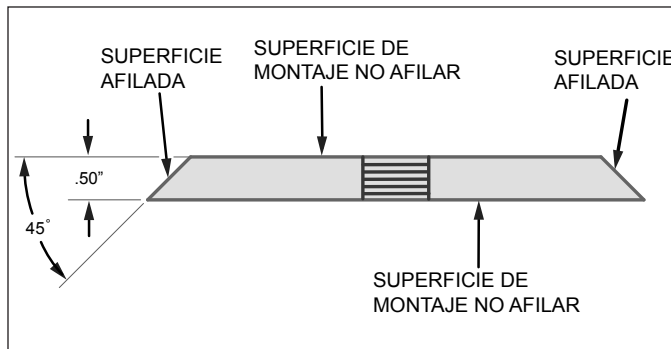

Figura 5.2 - Superficies de las cuchillas chipeadoras
2. Vuelva a amolar el borde en ángulo de las cuchillas chipeadoras a 45 grados (Figura 5.2). Asegúrese de usar algún tipo de accesorio para sostener la cuchilla correctamente en el ángulo adecuado.